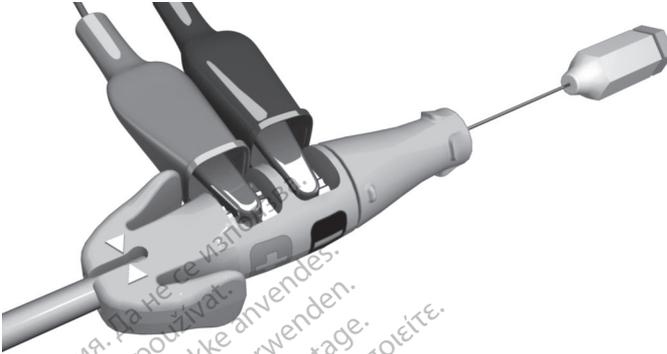

Abbildung 10. An der Messkappe befestigte PSA-Klemmen
- Verbinden Sie die Krokodilklemmen des PSA-Kabels mit den Federkontakten [Kathode (-), Anode (+)] der Messkappe. Durch die Verwendung der Messkappe wird der Anschlussstift vor einer Beschädigung durch die Krokodilklemmen geschützt und eine Überbrückung zwischen den Steckerkontakten vermieden. Befestigen Sie die Krokodilklemmen vollständig an den negativen und positiven Federkontakten, um ungenaue Elektrodenmessungen zu vermeiden (Abbildung 10 An der Messkappe befestigte PSA-Klemmen auf Seite 29).